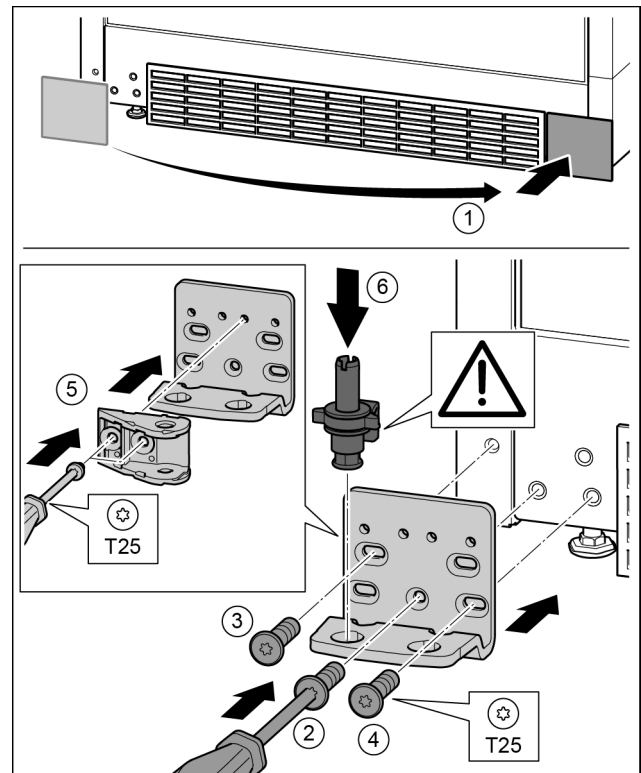

Fig. 31
- ▶ Abdeckung abnehmen und auf der anderen Seite anbringen. Fig. 31 (1)
- ▶ Lagerbock auf der anderen Seite ansetzen und mit Hilfe eines Schraubendrehers T25 anschrauben. Mit Schraube 2 unten in der Mitte beginnen. Fig. 31 (2)
- ▶ Schraube 3 und 4 festschrauben. Fig. 31 (3, 4)
- ▶ Schließdämpferverbindung um 180° drehen. Auf der anderen Seite des Lagerbocks mit Schraubendreher T25 anschrauben. Fig. 31 (5)
- ▶ Lagerbolzen komplett einsetzen. Dabei darauf achten, dass der Rastnocken nach hinten zeigt. Fig. 31 (6)